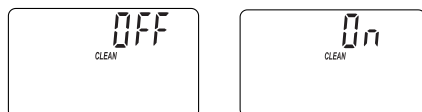

FIG. 16
2. Appuyer à nouveau sur **MENU** pour afficher l'un des écrans de nettoyage **Clean** (cf. Fig. 16).